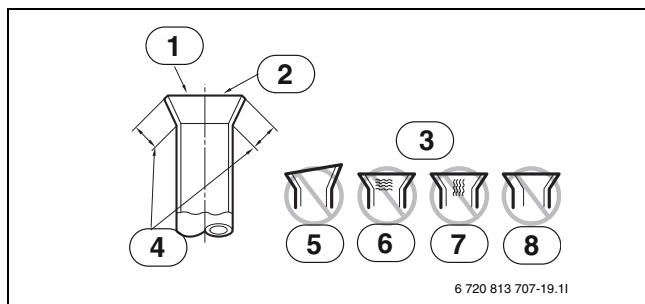

Fig. 20
- Comparer les sertissages avec les dessins (→Fig. 20).